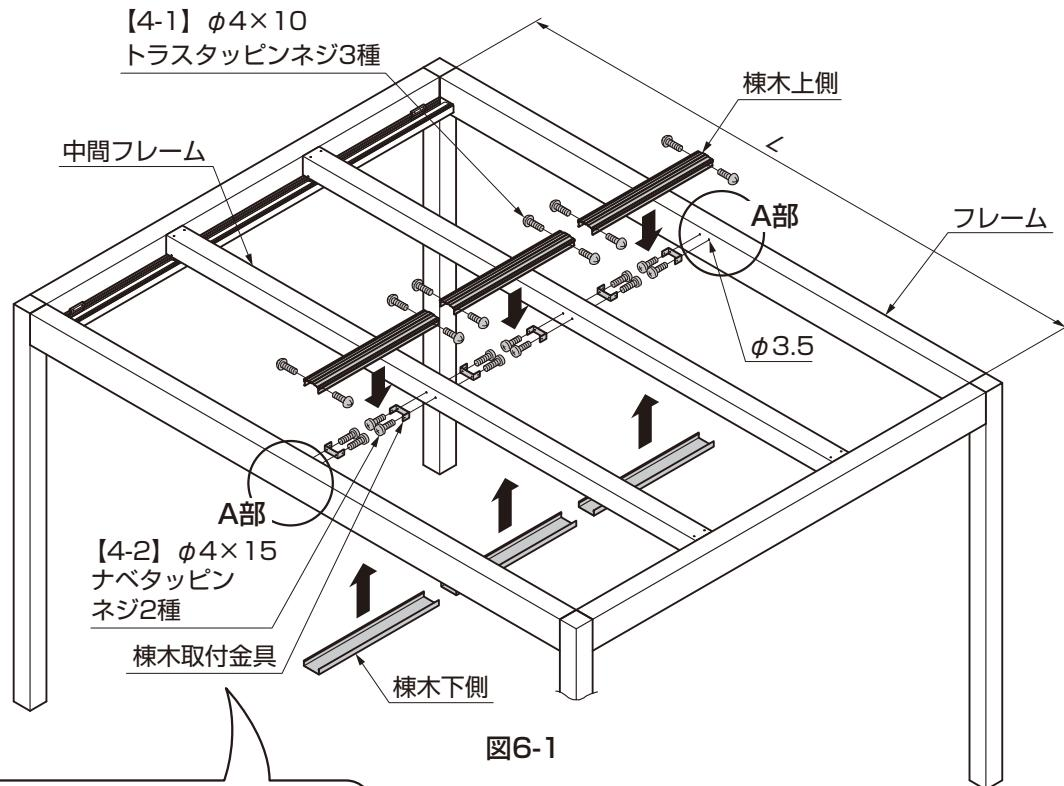
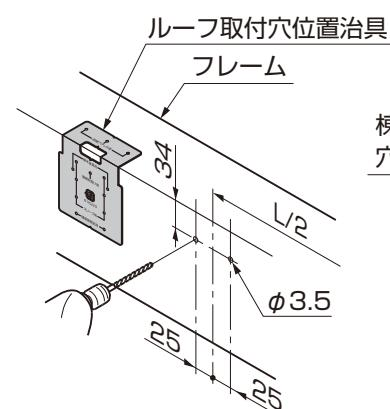

図6-1
図6-2 A部詳細 穴加工位置
- ①ルーフ取付穴位置治具をあてφ3.5の穴をフレームにあけてください。(図6-1、図6-2、図6-3、表6-1参照)
- ②棟木取付金具をフレーム、中間フレームに【4-2】で取付けてください。(図6-1参照)